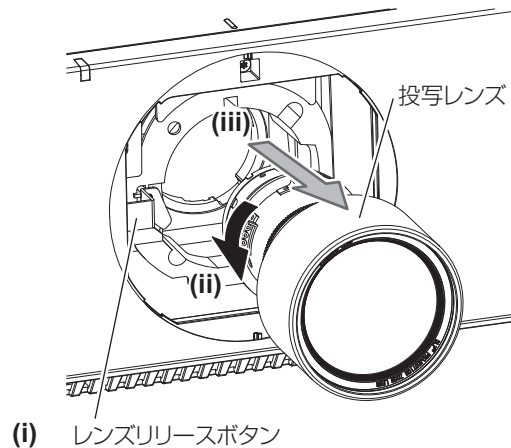

図2
- 2) レンズリリースボタンを押しながら反時計方向に投写レンズを回しきり、投写レンズを取り出す（図2）
- 2) 時計方向に「カチッ」と音がするまで回す (図 2)